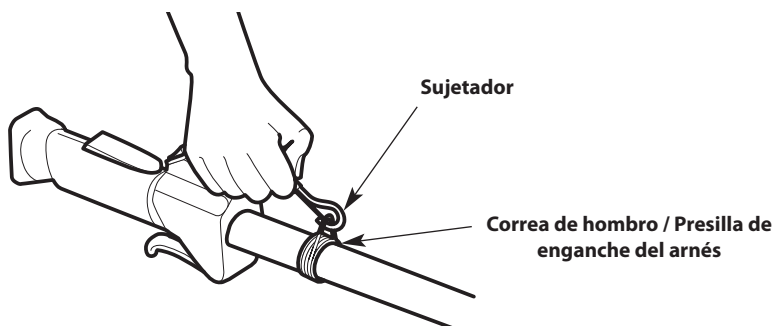

Fig. 7
3. Calce el pasador a presión sobre la correa de hombro/presilla de enganche del arnés (Fig. 7).